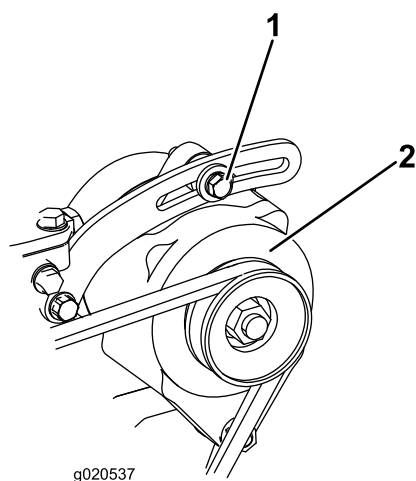

図 85
100 運転時間ごとにベルト 図 85 の劣化状態および張り具合を点検してください。
2. たわみが 10 mm でない場合には、オルタネータ取り付けボルトをゆるめる 図 85。オルタネータベルトの張りを調整し、ボルトを締め付ける。ベルトのたわみが適切に調整されたことを確認する。